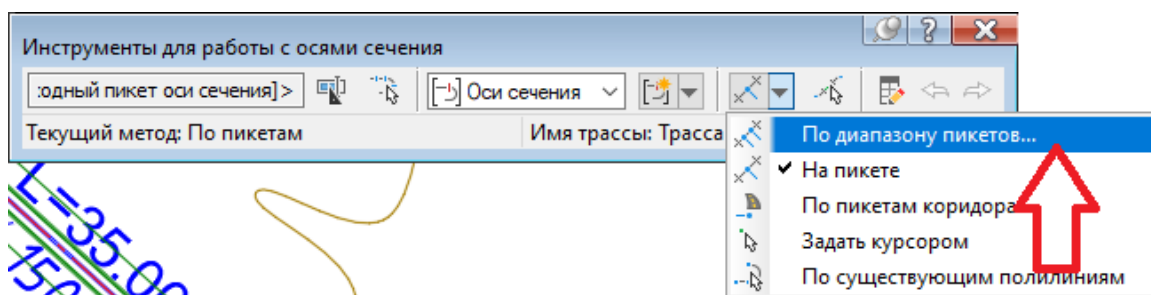

Рис. 4.15. Выбор метода создания осей сечения
30. Выберите методы создания осей сечения и метод *По диапазону пикетов* (рис. 4.15).